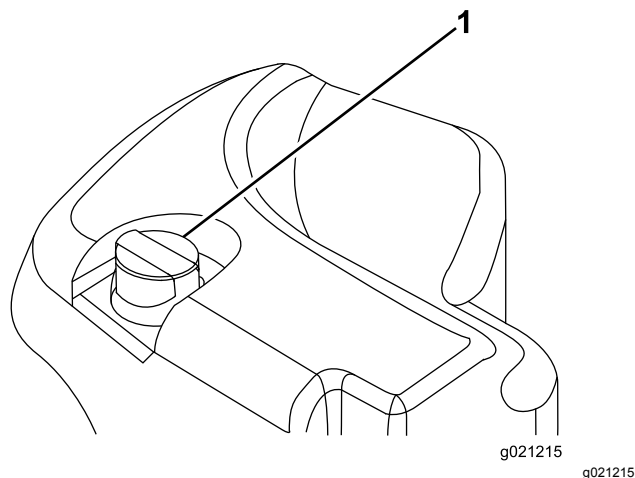

Рисунок 30
2. Очистите зону вокруг заливной горловины и крышки гидравлического бака (**Рисунок 30**). Снимите крышку с заливной горловины.